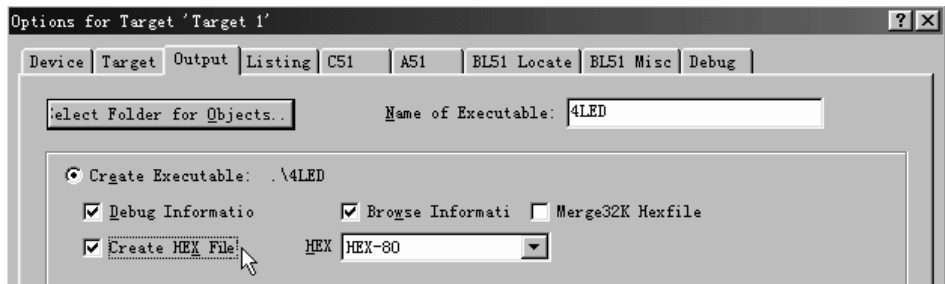

图 1-23 选中“Create HEX File”选项
(8) 将程序下载到单片机中。单击“Project”菜单，在下拉菜单中单击“Options for Target 'Target 1'”，出现界面，单击“Output”选项卡，选中“Create HEX File”选项，如图1-23所示，使程序编译后产生HEX代码，供下载器软件使用，把程序下载到单片机中。